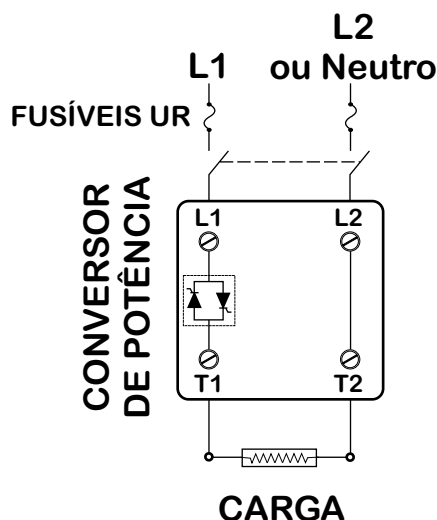

FIGURA 2
- › Em ligação ESTRELA SEM O NEUTRO ATERRADO, não é necessário circuito com 3 fases controladas podendo ser utilizado um circuito com 2 FASES CONTROLADAS (vide pág 7 - figura 2).
- › **Posicionamento:** o conversor deve ser montado no fundo de painel, fixado através de parafusos, com o ventilador (quando houver) na parte inferior (VIDE FIGURA 2).